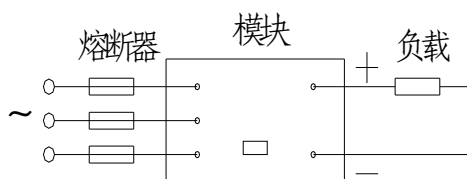

图8: 三相整流模块
(1) 把散热器和风机按通风要求装配于机箱合适位置。
(2) 在模块导热底板表面与散热器表面各均匀涂覆一层导热硅脂,然后用四个螺钉把模块固定于散热器上,四个螺钉用力要均等,使模块底板与散热器表面紧密接触,并避免拉裂塑料外壳。
(3) 用接线端头环带将铜线扎紧,最好再浸锡。然后套上绝缘热缩管,用热风或热水加热收缩。
(4) 将接线端头平放于模块电极上,用螺钉紧固,保持良好平面压力接触。模块与负载接线方法如图8~12所示。